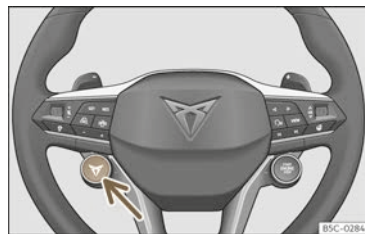

Abb. 128 Multifunktionslenkrad: Schalter für den Fahrprofilwechsel.
- **ODER:** Drücken Sie kurz die Taste  >>> (Abb. 128) (Pfeil), um das Fahrprofil zu wechseln. Durch längeres Drücken auf die Taste  gelangt man direkt zum Fahrprofil Cupra.